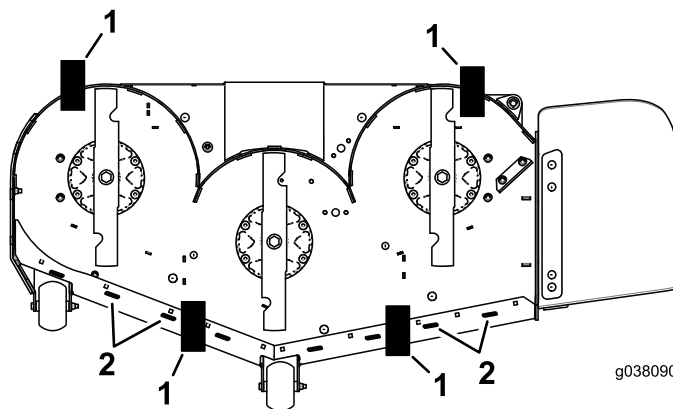

Figura 82
- 11. Coloque dois calços (ver Tabela de altura do calço e ancinho) debaixo da extremidade traseira da aba da plataforma de corte, um em cada lado da plataforma de corte (Figura 82).